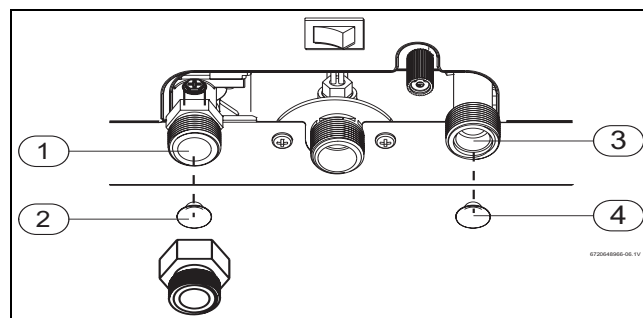

Fig. 14 Substituição dos filtros
- ▶ Retirar o filtro de gas (→Fig. 14, [2]);
- ▶ Retirar o filtro de água (→Fig. 14, [4]);